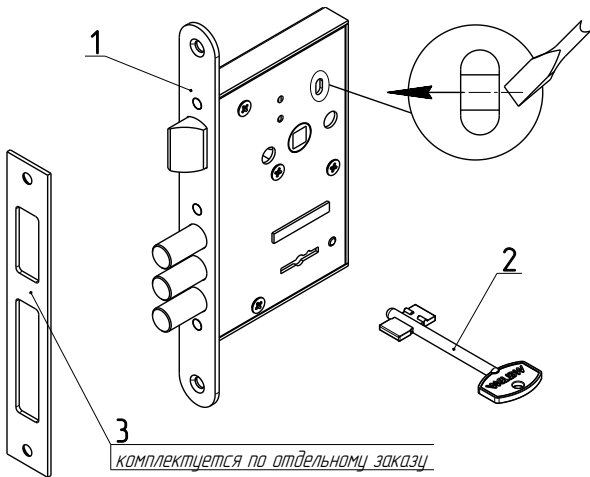

Рис.1
Комплектность замка приведена в таблице и показана на рис. 1.
- 4.1. Внешний вид и установочные размеры замка показаны на рис.1,2.
5.2. Установить при необходимости защелку в соответствующее положение для правой или левой двери путем ее выдвижения из корпуса отверткой через отверстие в крышке замка и разворота на 180° вокруг своей оси (см. рис. 1).